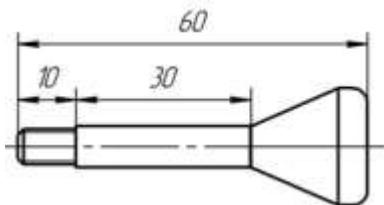

Рисунок 49. Деформация объектов
**Упражнение 16.** Деформация объектов заданием величины деформации Измените геометрию детали Рукоятка по образцу (рис. 49).